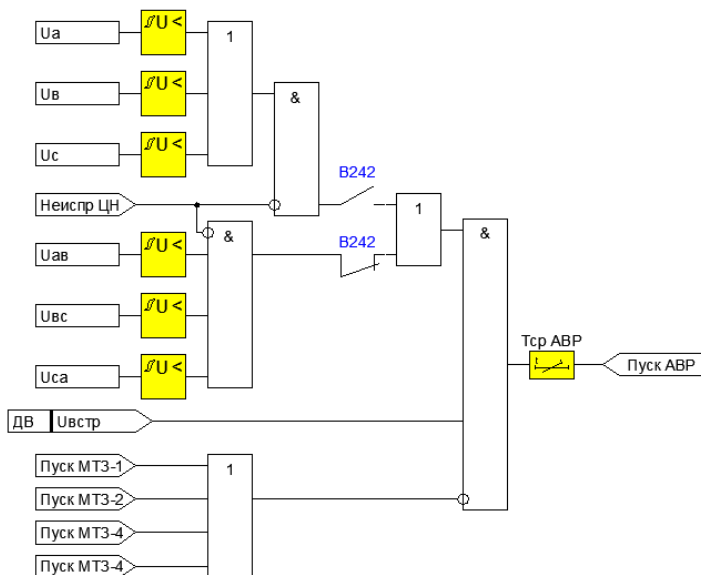

Рисунок 3.2.2 – Функциональная схема формирования сигнала пуска АВР
- «**Пуск АВР**» – является выходным сигналом пускового органа напряжения АВР, который формируется при снижении линейных (фазных) напряжений ниже заданной уставки и блокируется при неисправностях в цепях напряжения, срабатывании пусковых органов МТЗ и отсутствии напряжения на соседней секции шин (Рисунок 3.2.2);